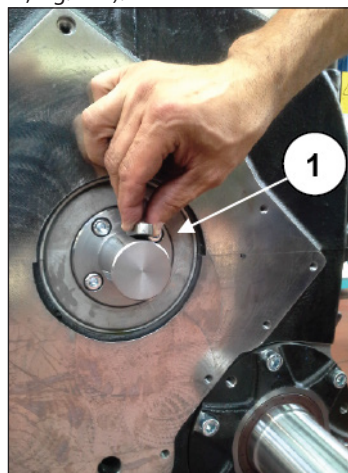

Fig. 124
Insira no local a lingueta no espigão de comando da bomba de óleo (pos. ①, Fig. 124).